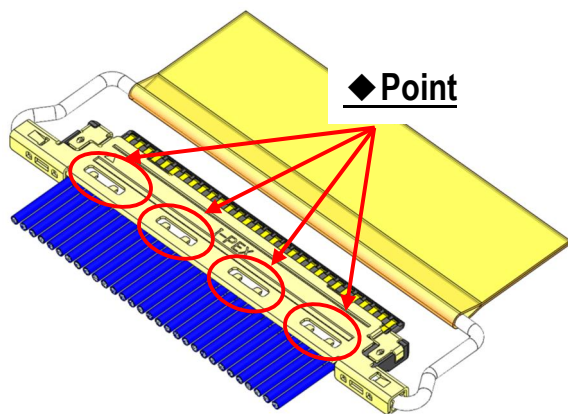

Fig.11 Soldering of Shell-A and Ground Bar
③ Shell-A, B と ground bar を半田コテにて全箇所半田付けすることを推奨する。（Fig.11,12 ◆部）
※ディスクリートワイヤ結線時は Fig.11,12 ◆部の半田付けできません。